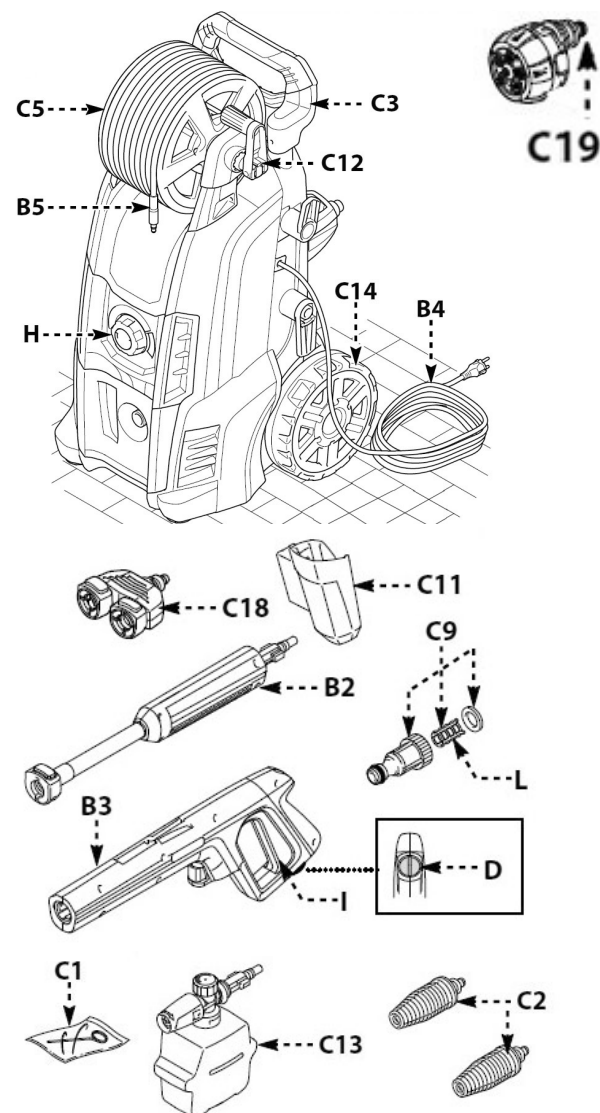

Abb. 3: Beschreibung
**Geräteschalter (Pos. H, Abb. 3)**